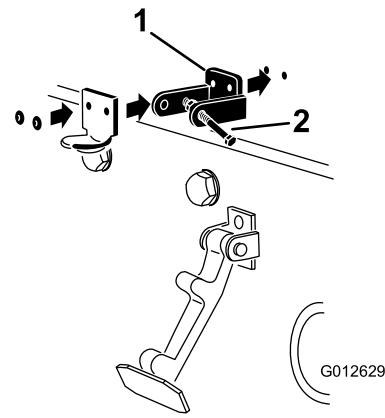

Figura 8
- Alineando los taladros de montaje, coloque el cierre de seguridad para CE y el cerradero sobre el capó. El cierre de seguridad debe estar en contacto directo con el capó (Figura 8). No retire el conjunto de perno y tuerca del brazo del cierre de seguridad.
- Remache el seguro de cierre, el cerradero y las arandelas al capó (Figura 8).